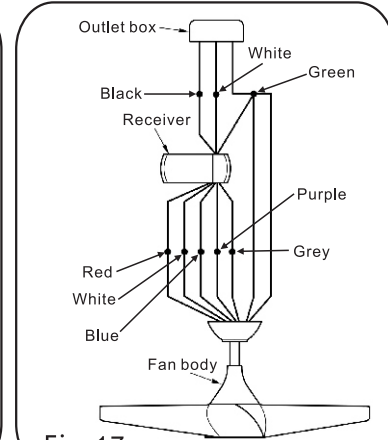

Fig.17
Paso 3. Si su caja de distribución tiene un alambre a tierra (verde o cobre) conéctelo a los alambres a tierra (verdes) de la Esfera de Soporte y la Abrazadera de Montaje. Si su caja de distribución no tiene un alambre a tierra, entonces únicamente conecte los dos alambres a tierra de la Esfera de Soporte y la Abrazadera de Montaje. Asegure la conexión con un conector de plástico proveído. (Fig. 17)